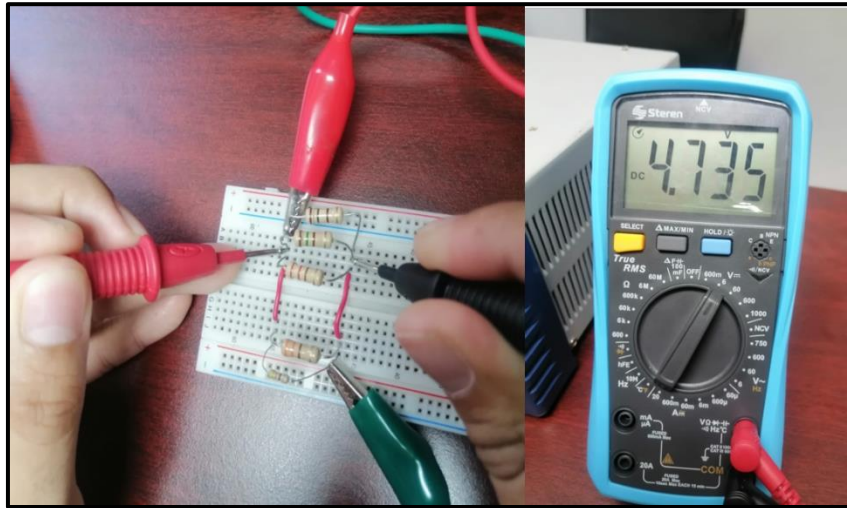
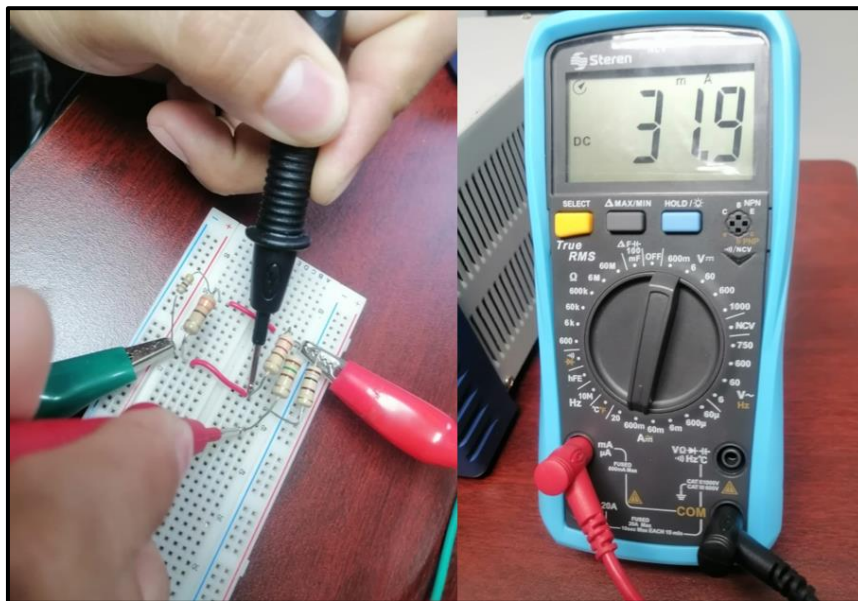

Figura 3.16. Medición de voltaje en la resistencia de 150Ω : circuito en paralelo.
Figura 3.17. Medición de corriente en la resistencia de 150Ω : circuito en paralelo.
2.3 Procede a medir el voltaje y corriente en cada elemento del circuito y compara los resultados obtenidos de manera teórica con los obtenidos con el instrumento. En la *figura 3.16* se observa la manera correcta de medir voltaje y en la *figura 3.17* como medir corriente, ambas realizadas en la resistencia de 150Ω.